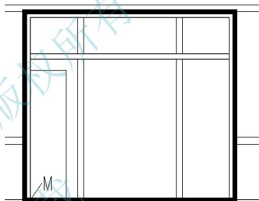

图 4.31 绘制出矩形
② 在指定另一个角点或[面积(A)/尺寸(D)/旋转(R)]: 提示下, 输入“@510, 1860”后按 Enter 键结束命令, 结果如图 4.31 所示。
(2) 启动【移动】命令(快捷键 M)。
① 在选择对象: 提示下, 选择上面绘制的矩形并按 Enter 键进入下一步命令。
② 在指定基点或[位移(D)]<位移>: 提示下, 捕捉矩形的左下角点(图 4.31 所示的 M 点)作为移动的基点。